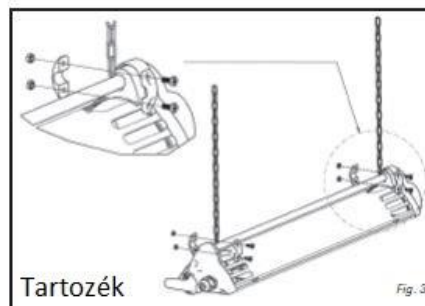

Fig. 3
- Lánccal függeszthető (768S):** Mielőtt a tipliknek furatot fúrna, ellenőrizze, hogy a mennyezet tömör, illetve nincs víz, vagy gázcső, amelyet átfúrna. A fig. 3 alapján szerelje össze a láncsal az infra hőszugárzót. Ügyeljen, hogy a lánc utolsó szemén dugja át a csavart. A félgűrűk egyik végén egy kiállítás található, amely szerelésekor lefelé néz, azaz a készülék felé. A félgűrű felső furatába dugja be a csavart, majd a csavaron fűzze át a lánc utolsó szemét. Egy másik félgűrűt is rögzítse oda az anyacsavar segítségével. A félgűrű illeszkedik a FIORE tartórúdjára, így illeszse bele, és alul, felül rögzítse csavarral és anyával (fig. 3).